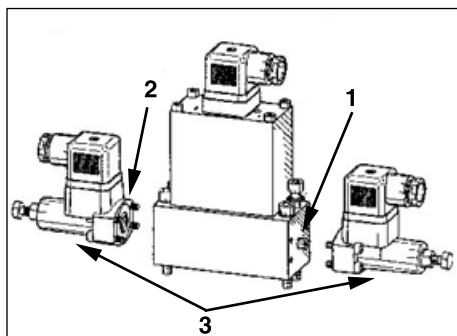

Figure 3
1. Verwijder de moerbout en de sluitring in het uiteinde van het klephuis naast de opening waarvan de druk wordt gemeten. (Zie Afbeelding 3, nr. 1.)
2. Coat de O-ring op het montagevlak van de drukschakelaar met hydraulische olie. (Zie Afbeelding 3, nr. 2.)
3. Installeer de drukschakelaar op het uiteinde van de klep met behulp van de moerbouten die met de schakelaar worden meegeleverd; aandraaien tot 3 Nm (3 ft-lbs). (Zie Afbeelding 3, nr. 3.)